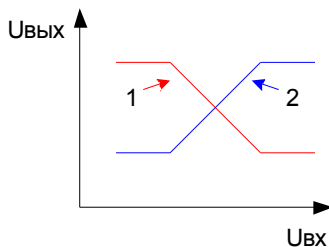

Рис. 177
- Передаточные характеристики. Это зависимость выходного напряжения ИМС от входного (смотрите рисунок 177).